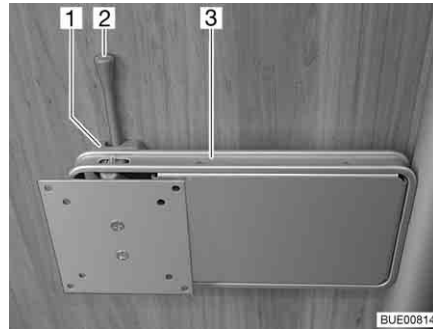

Fig. 70 Support sur colonne
- Pousser le levier de déverrouillage (Fig. 70,2) sur le côté et pivoter le support (Fig. 70,3) et l'écran plat pour les amener en position souhaitée.
- Pivoter l'écran plat en sens inverse, jusqu'à ce que le support (Fig. 70,3) s'enclenche dans le verrouillage (Fig. 70,1).